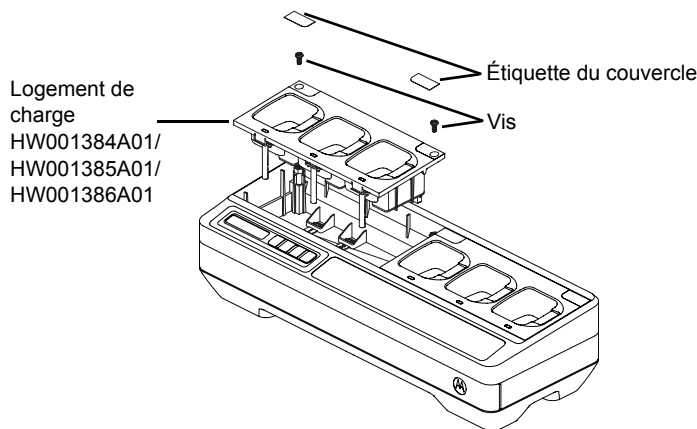
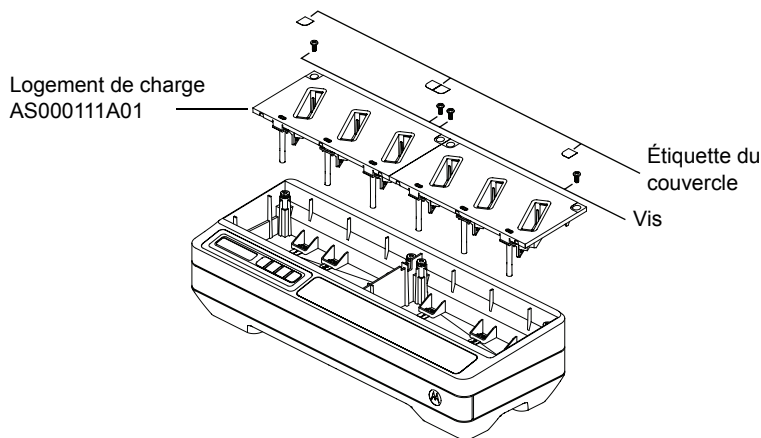

Figure 24 : Installation et retrait d'un logement HW001384A01/ HW001385A01/HW001386A01
Figure 25 : Installation et retrait d'un logement de charge AS000111A01
4. Retirez le faisceau du logement en tirant tout droit sur le connecteur (voir la Figure 24 et la Figure 25).